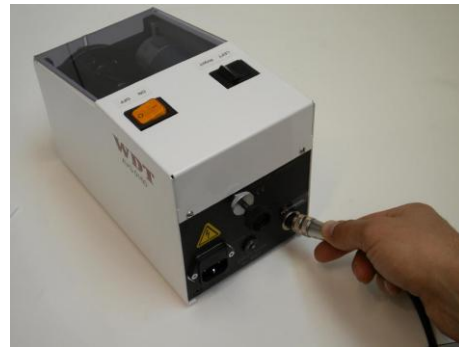

Fig. 8.01
- Insérez la prise de la pédale de commande dans la prise DIN au dos de l'appareil et serrez l'écrou de fixation (Fig. 8.01)